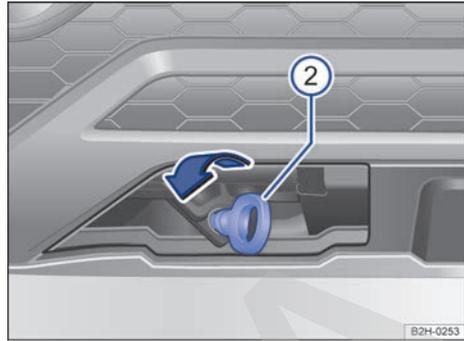

Fig. 211 En el lado derecho del paragolpes delantero: enroskar el gancho para remolque.
- Enrosque el gancho para remolque → **fig. 211** **!** en el alojamiento girándolo al máximo **en el sentido contrario al de las agujas del reloj** → **!**. Utilice un objeto adecuado con el que pueda enroskar completa y firmemente el gancho para remolque en su alojamiento.